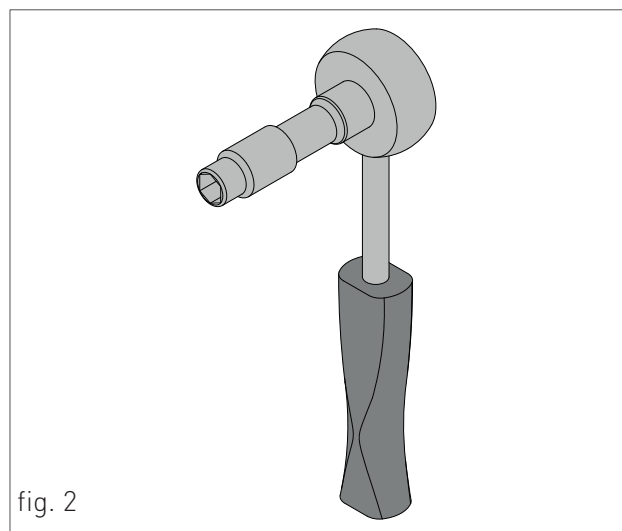

fig. 2
- > svitare le quattro viti di fissaggio (vedi A - fig. 2);
- > rimuovere il carter verso l'alto (vedi B - fig. 2).
- > Afferrare contemporaneamente le staffe di supporto del pannello comandi (vedi C - fig. 2) allargandole e spostare il pannello comandi dalla posizione '1' alla posizione '2' (vedi dettaglio, C - fig. 2);
- > svitare le due viti e rimuovere il piastrino (vedi D - fig. 2).
10. SEGNALAZIONE FIAMMA PRESENTE / INDICA ANCHE, SU 3 LIVELLI DI PERCENTUALE, IL GRADO DI POTENZA DI MODULAZIONE DELLA CALDAIA (fig.2)